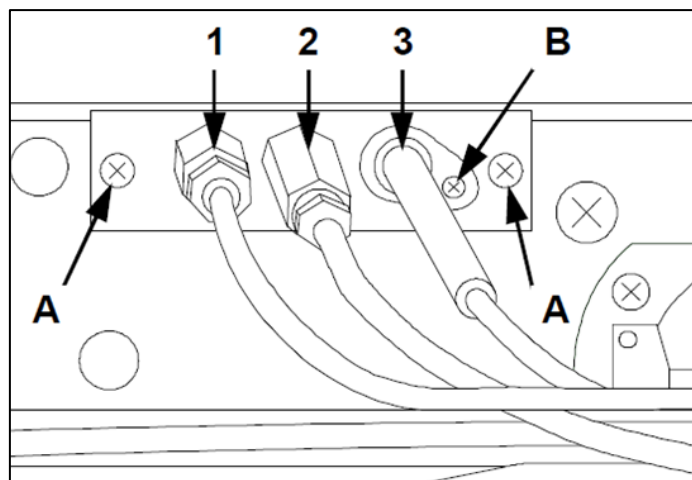

FIG.18
- Svitare la termocoppia con apposita chiave fissa (FIG.18-Rif.1);
- Svitare le due viti del supporto (FIG.18-Rif.A);
- Rimontare il nuovo pilota (FIG.18-Rif.2) secondo le fasi sopradescritte.
- Togliere la candela svitando la vite (FIG:18-Rif.B);
- Rimontare la nuova candela (FIG.18-Rif.3) secondo le fasi sopradescritte.